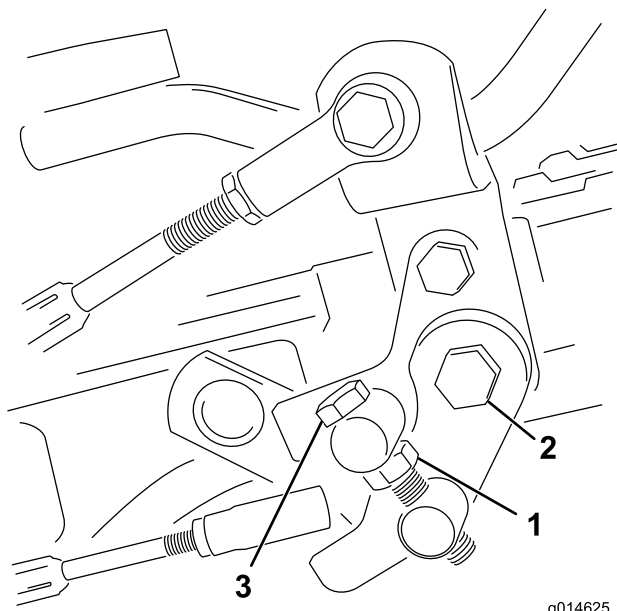

図 50
1. トラニオンボルトのジャムナットをゆるめる（図 50）。
4. トラニオンボルトのジャムナット、およびペダルピボットのナットを締め付けて調整を固定する（図 50）。調整を確認し、必要に応じて再調整する。